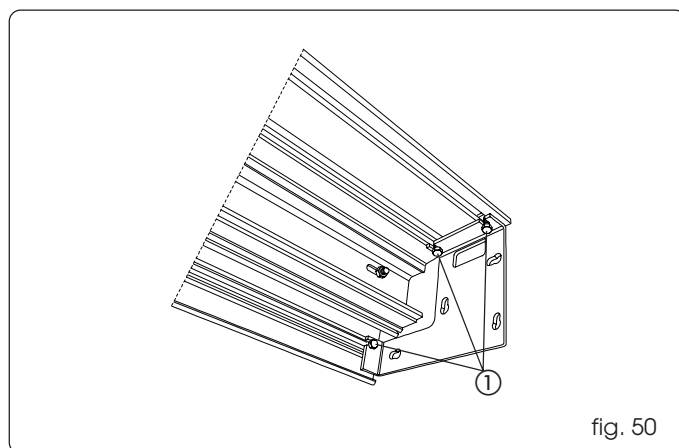

fig. 50
Assemblare le staffe fissaggio laterale utilizzando gli appositi tiranti (fig. 50 rif. ①).